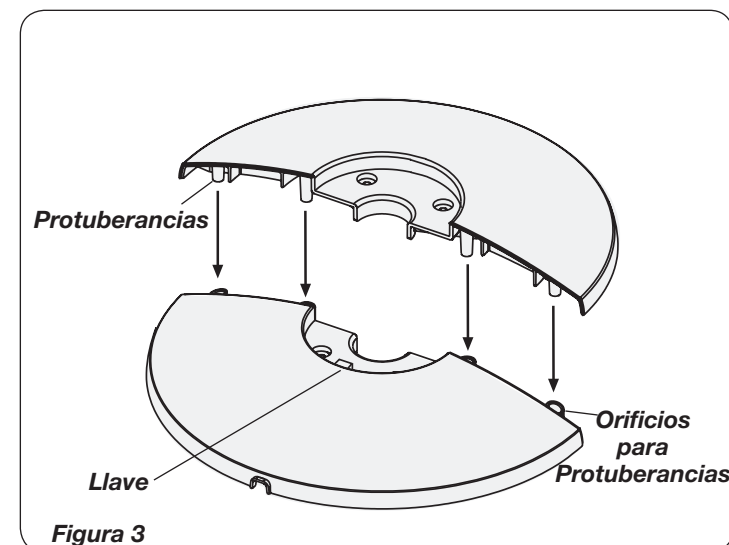

Figura 3
- Arme la base enclavando las **Protuberancias** en los **Orificios para Protuberancias**. (Figura 3)